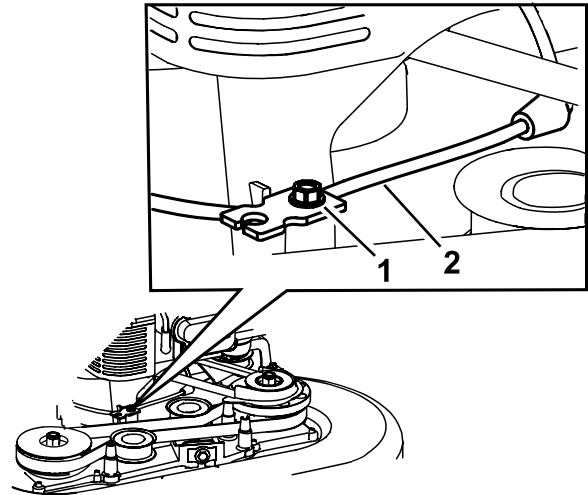

Bild 47
5. Lösen Sie die Schraube an der Seilzugklemme (**Bild 47**).